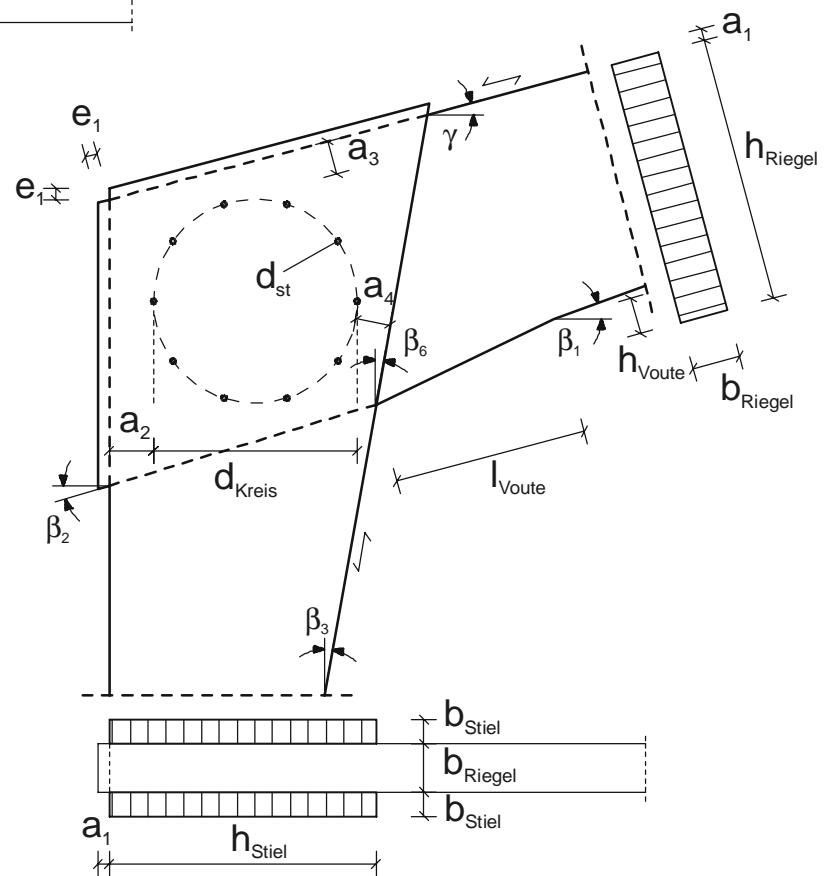

Bild 2: Stabdübelkreis mit überstehenden Bauteilenden.
- "Voutenlänge": Voutenlänge = l_{Voute} (Bild 2). Die Voutenlänge wird parallel zur Riegeloberkante gemessen.
- "Voutenhöhe": Voutenhöhe = h_{Voute} (Bild 2). Die Voutenhöhe wird orthogonal zur Riegeloberkante gemessen.